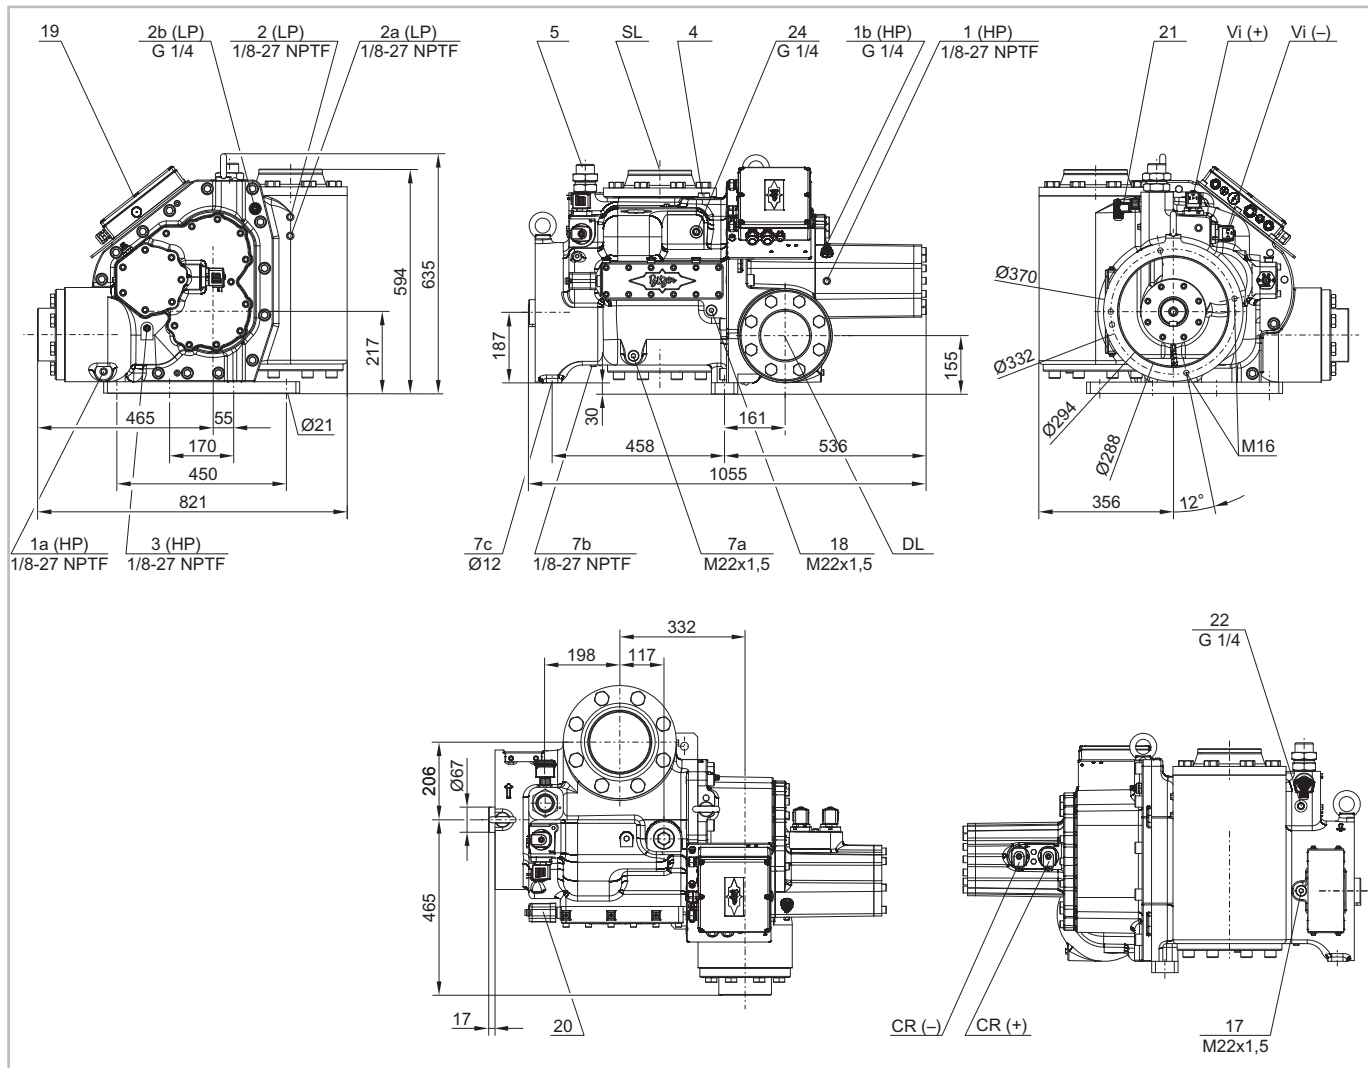

Abb. 2: Maßzeichnung OS.A9593 .. OS.A95103
- Stopfen (siehe Abbildung 2, Seite 8, Pos. 24) heraus-schrauben,
Um ein Trockenlaufen der Wellenabdichtung beim Verdichteranlauf zu verhindern, etwa 1 l Öl in den Anschluss für Öleinspritzung (siehe Abbildung 2, Seite 8, Pos. 5) einfüllen.